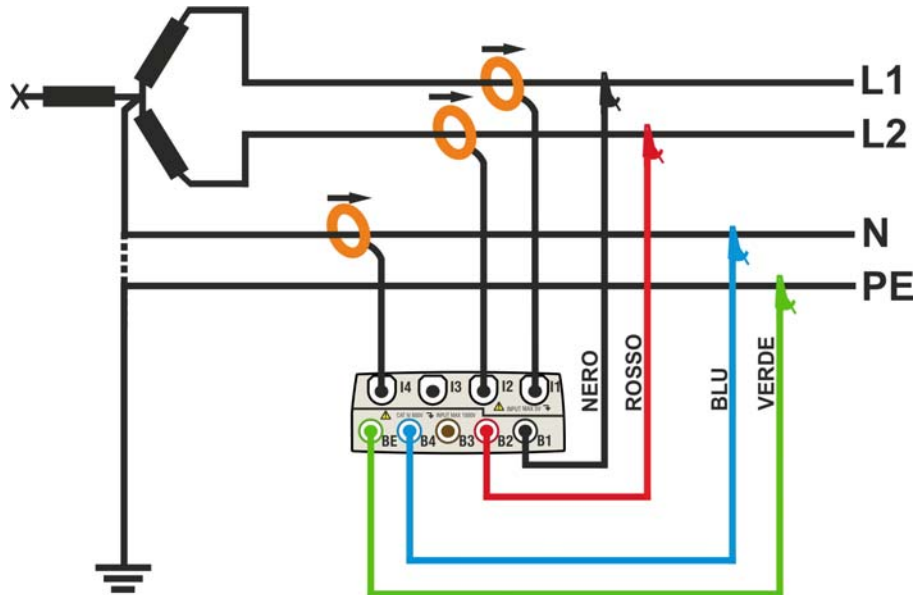

Fig. 128: Collegamento dello strumento in un sistema Bifase 3-fili 3F YA
2. Collegare i cavi di misura della tensione sui conduttori di Fase L1, L2, N e PE rispettando i colori come mostrato in Fig. 128
3. Collegare le pinze di corrente sui conduttori di Fase L1, L2 e Neutro N come mostrato nella Fig. 128 **rispettando il verso della freccia** presente sulla pinze stesse che indica la direzione convenzionale della corrente da generatore a carico. **Verificare sempre, (selezionando preliminarmente il sistema 3-fili) nelle videate della sezione Visualizzazione Misure, che le Potenze Attive P1, P2 siano sempre positive e che i fattori di potenza Pf1, Pf2 siano corrispondenti ad un carico, normalmente induttivo**, prima di attivare una registrazione. In caso di valori negativi della potenze attive ruotare le pinza di 180° sui conduttori interessati.